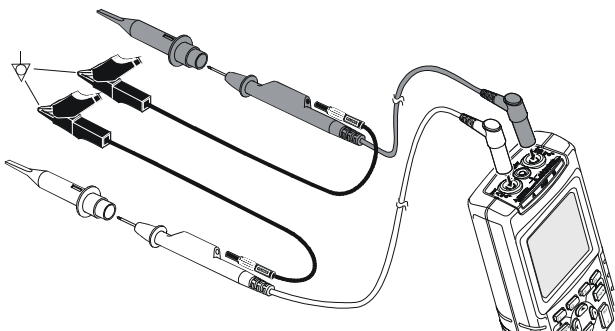

Figura 3-2. Messa a massa con il Cavo di Massa Corto
- Utilizzare il(i) cavo(i) corto di massa in fase di misurazione dei segnali DC o AC sulle entrate A e B. (Vedere Figura 3-2.)